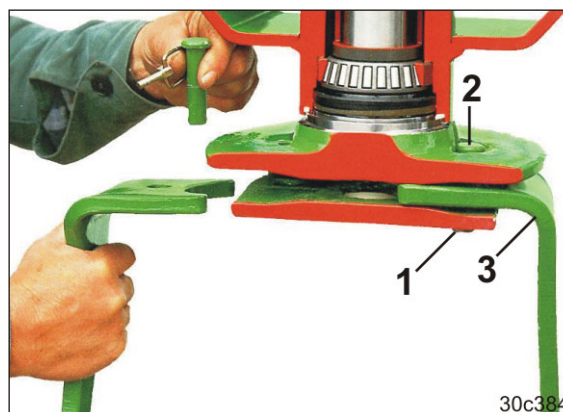

Рис. 124
3. Снимите пружинный фиксатор (Рис. 124/1).
4. Выбейте палец (Рис. 124/2) из держателя рабочего органа по направлению вверх.
5. Замените зубья рабочего органа (Рис. 124/3).